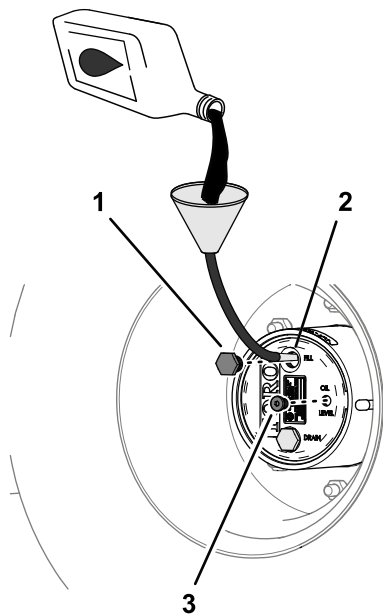

Bild 85
4. Wenn der Ölstand niedrig ist, entfernen Sie die Füllschraube und füllen Sie Öl der angegebenen Sorte ein, bis es aus dem Loch der Prüfschraube ausläuft (Bild 85).
- Setzen Sie die Füllschraube und die Prüfschraube ein (Bild 85).
1. Füllen Sie langsam das angegebene Getriebeöl in die Füllöffnung ein, siehe Bild 85 in Prüfen des Ölstands im Planetengetriebe \(Seite 68\).
3. Setzen Sie die Füllschraube und die Ölstandsschraube ein, siehe Bild 85 in Prüfen des Ölstands im Planetengetriebe \(Seite 68\).